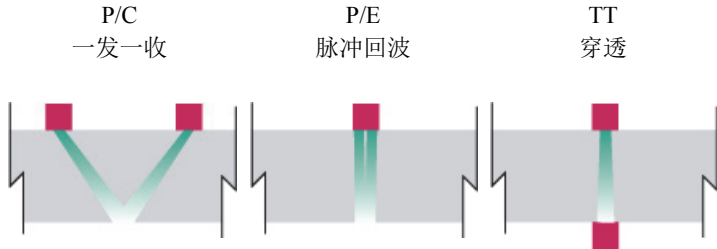

图 6-1 发送 / 接收模式的选择
2. 从 **UT 设置 > 脉冲发生器 > Tx/Rx 模式** 列表中，选择所需的发送 / 接收模式，如第 136 页的图 6-1 所示。